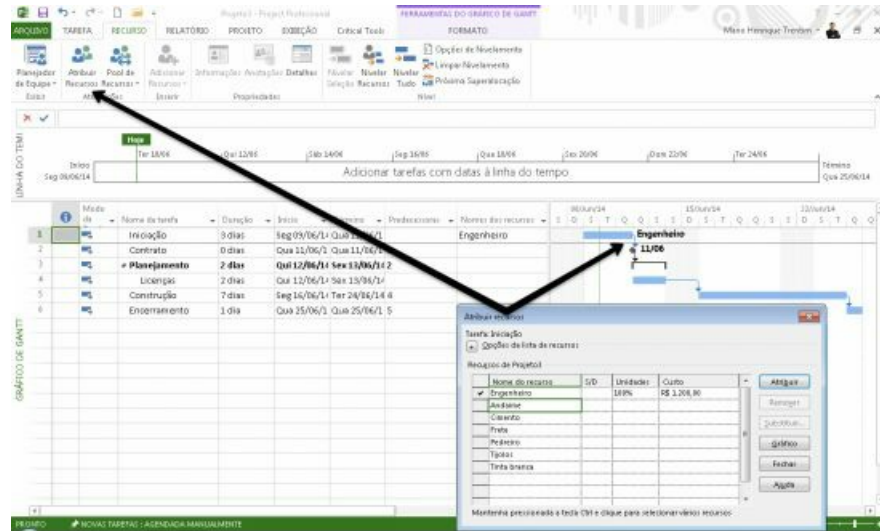

Figura 4.48 – Atribuir recursos .
**Recursos** . Veremos a tela da Figura 4.48. Basta selecionar cada uma das tarefas na Planilha, no lado esquerdo, e atribuir os recursos disponíveis na lista apresentada no quadro do lado direito. Para atribuir recursos, coloque o valor em **Unidades** e clique em **Atribuir** .
A outra forma de atribuir recursos é dar um duplo clique em cada tarefa e selecionar a aba Recursos nas informações da tarefa, conforme a Figura 4.48.
Na Figura 4.48, atribuímos um recurso Engenheiro em tempo integral, isto é, 100%, à tarefa Iniciação.